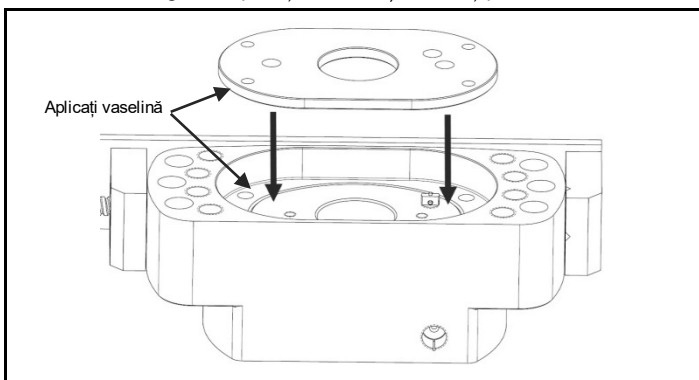
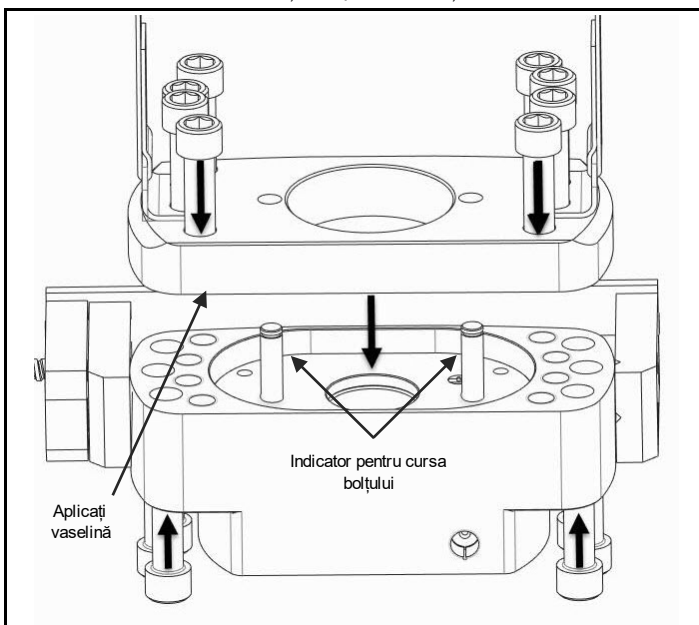

Fig. 4.10 Aplicați vaselină, introduceți ansamblul de supape reductoare, fixați sub placa de reținere cu arc.
Fig. 4.11 Aplicați vaselină, introduceți indicatorul de cursă a bolțului, fixați placa de limitare pe corp.
- Asigurați-vă că alinierea ansamblului de supape de siguranță cu indicatorul de cursă a bolțului este menținută în timpul asamblării. (Fig. 4.10/ Fig. 4.11)
Demontați arcul de compresie și racordul. (Fig. 4.10)
Asigurați-vă că toate componentele ansamblului punții sunt curățate și uscate și nu sunt acoperite de ulei și vaselină. Înainte de a aplica vaselină proaspătă, verificați ca toate componentele să se potrivească împreună în ansamblu. (Fig. 4.11)
Gresați ușor exteriorul racordului și fixați-l în alezajul punții din capătul superior al punții, apoi fixați arcul de compresie deasupra racordului. (Fig. 4.11)